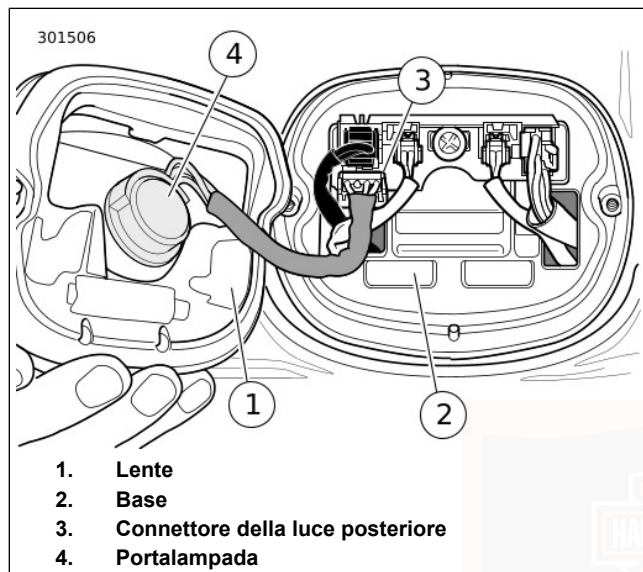

Figura 66. Gruppo della luce posteriore
1. Vedere Figura 66. Rimuovere dalla base le due viti e la lente.